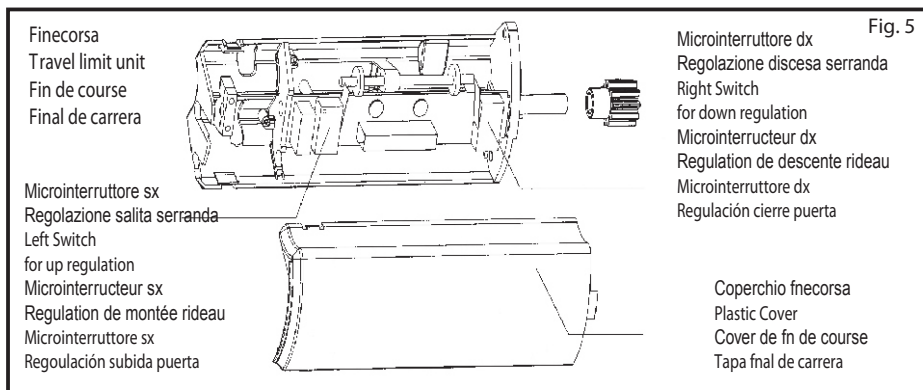

Fig. 5
- Q) Dopo avere terminato l'impianto elettrico, procedere alla regolazione del fine corsa come segue (fig. 5):